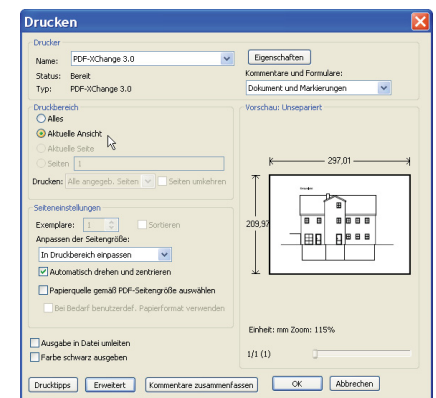

Abb. 6-19: Ausschnitt einer PDF-Datei als PDF speichern
► M DATEI | DRUCKEN | DRUCKERNAME: *Adobe PDF* (oder anderer PDF-Maker) ► DRUCKBEREICH: *Aktuelle Ansicht* (Abb. 6-19).
Steht ein PDF-Maker als Druckertreiber zur Verfügung, so wird der Druckbefehl ausgelöst und im Druckmenü unter **EIGENSCHAFTEN** (Abb. 6-19) eine niedrigere PDF-Version beim Speichern gewählt.